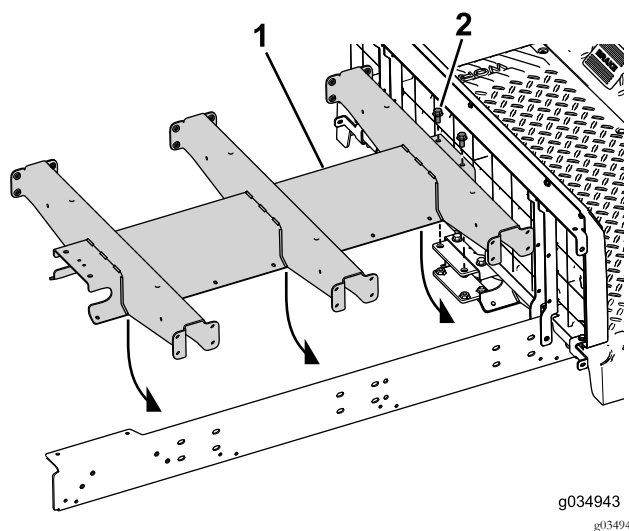

图24
4. 将 2 个螺栓 3/8 x 3/4 英寸穿过中央通道和后底座图24。